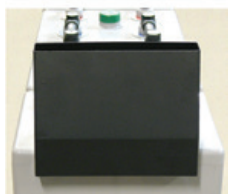

Abb. 5–17: 2 Beispiele zur Montage der Endpole (Anschlussplatten)
1. Anschlusswinkel auf die Endpole der Batterie aufschrauben (vgl. Abb. 5–17).